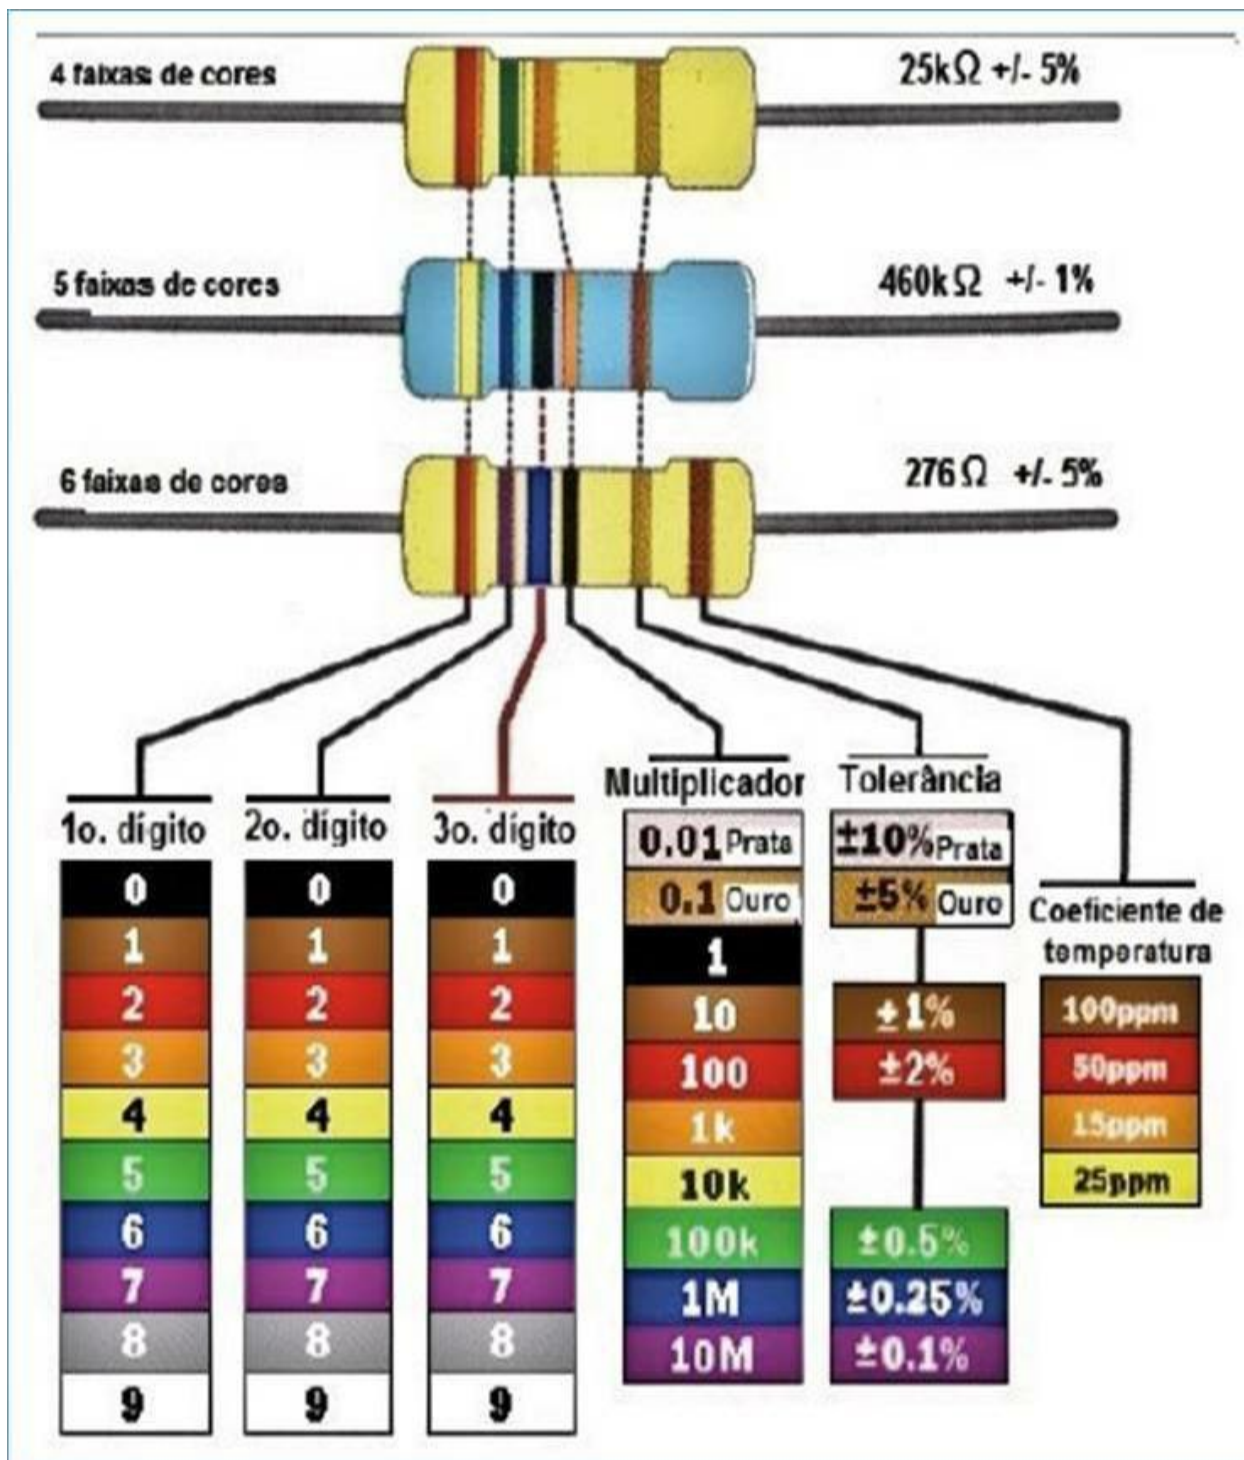

Figura 36 - Código de cores para resistores de carbono e de filme metálico.
Os resistores fixos de filme metálico (metal film) tem mais faixas coloridas no seu corpo, tanto devido aos seus valores quanto devido ao coeficiente de temperatura do resistor. A **figura 36** mostra um código de cores mais completo, incluindo os resistores de filme metálico.
- A série **E48** é usada em resistores de precisão ($\pm 1\%$), do tipo de filme metálico. Note que para expressar determinados valores ôhmicos é necessário usar mais uma faixa colorida, como mostrado nos resistores da **figura 36**.